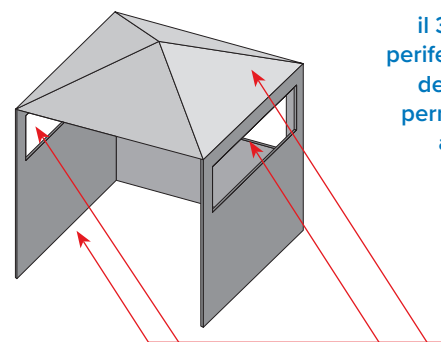
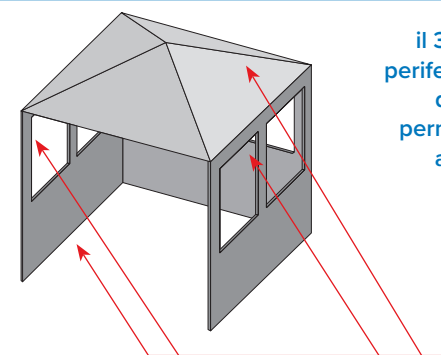

Fig. 4
Fig. 5
- Un apparecchio è considerato all'aperto se è installato in un riparo con tre pareti laterali e una copertura superiore, purché il 30% o più della periferia orizzontale della copertura sia permanentemente aperta. **(Fig. 4 e Fig. 5).**